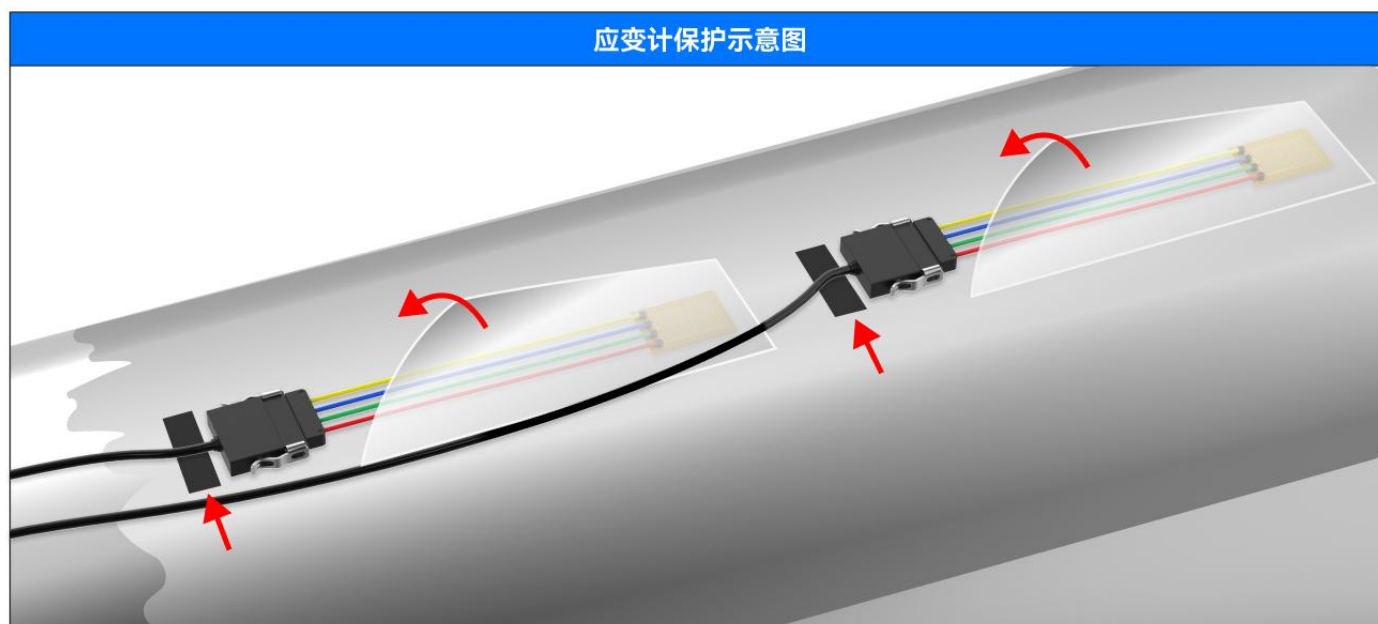

图3.21
2. 切割两条胶带，以覆盖应变计和连接器（约30mm），并将每个应变计粘在两个应变计与轴粘合的清洁区域上，但不要粘在刚刚涂抹的涂层上，如图3.21。